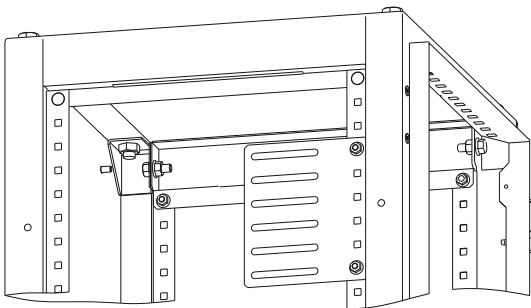

Рисунок 4
4.1 Приложите Пластину установочную с внешней стороны боковой поверхности передней или задней стоек корпуса. Вставьте по очереди в квадратные отверстия два болта М6х10 и закрепите гайками М6 (рисунок 4). Момент затяжки 5 Н·м.